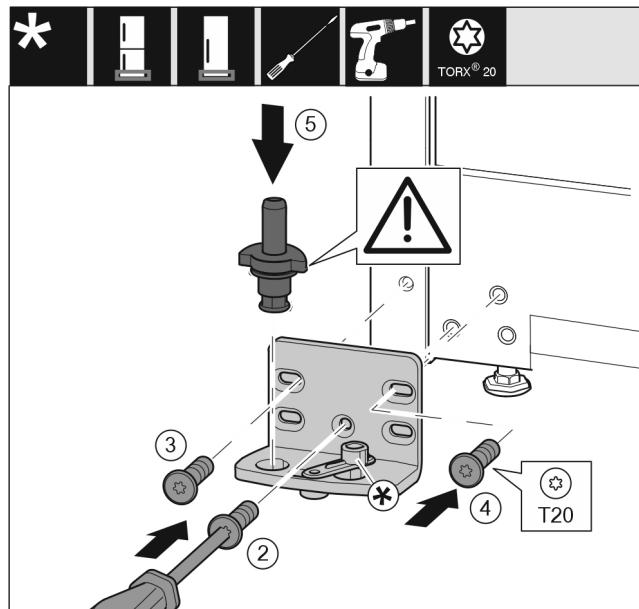

Fig. 36
- ▶ 将托架安装到另一侧，并借助 T20 螺丝刀旋紧。用螺钉 2 从底部的中心开始。Fig. 36 (2)
- ▶ 拧紧螺钉 3 和 4。Fig. 36 (3,4)
- ▶ 将轴承螺栓完全装入。同时注意止动凸轮需指向后方。Fig. 36 (5)